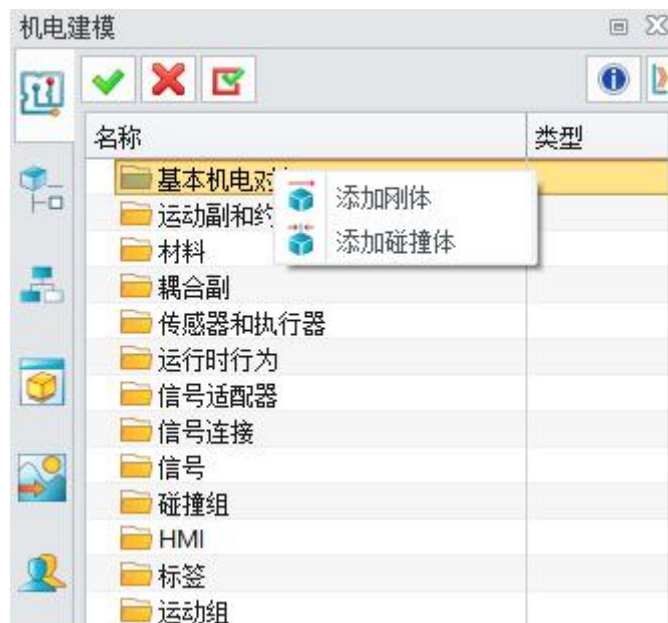

图 6-5: 添加刚体
- 在“基本机电对象”下，右键单击并选择“添加刚体”。(图 6-5)